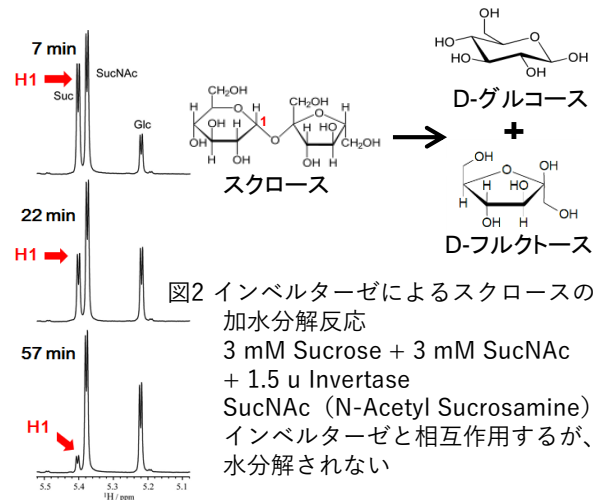

図2 インベルターゼによるスクロースの加水分解反応
- ▶ インベルターゼ (b-Fructofuranosidase) によるスクロースの加水分解反応の経時変化を図2に示します。スクロースとインベルターゼの相互作用を利用して、スクロースの**H1**シグナルの強度変化を観ることで、加水分解反応の進行を容易に追跡できます。